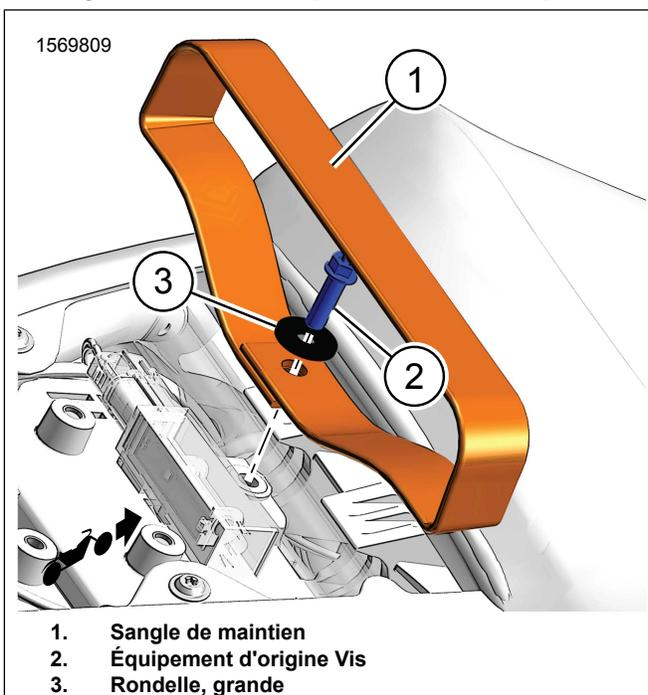

Figure 3. Sangle de maintien
3. Voir la figure 3. Installer la sangle de maintien.
- a. Retirer la vis Équipement d'origine (2). Conserver.
- b. Enduire la vis (2) de frein filet.
- c. Voir la figure 3. Installer la sangle de maintien (1), la rondelle (3) et la vis Équipement d'origine (2). Serrer.